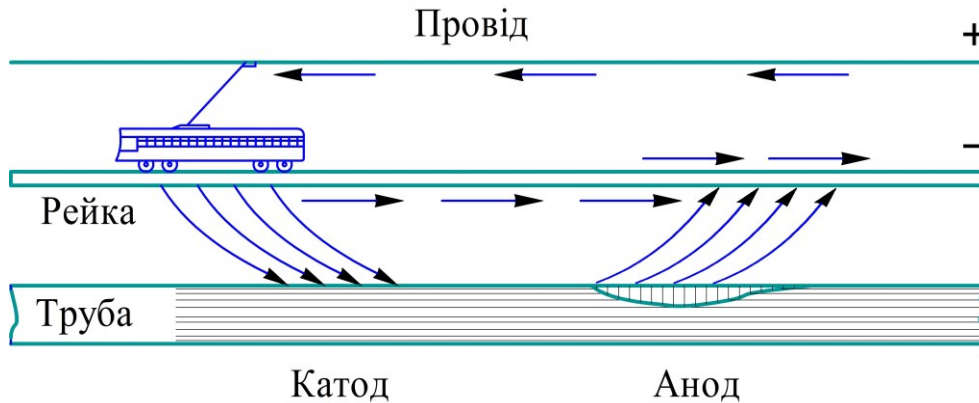

Рисунок 5.1 – Схема корозії блукаючими струмами
– **корозія блукаючими струмами** – руйнування металевих конструкцій, розміщених в ґрунті, під дією блукаючих струмів (рис. 5.1). Джерелом блукаючих струмів у ґрунті є установки, що працюють від постійного струму: електрифікований рейковий транспорт, електрозварювальні апарати, електролізери тощо.